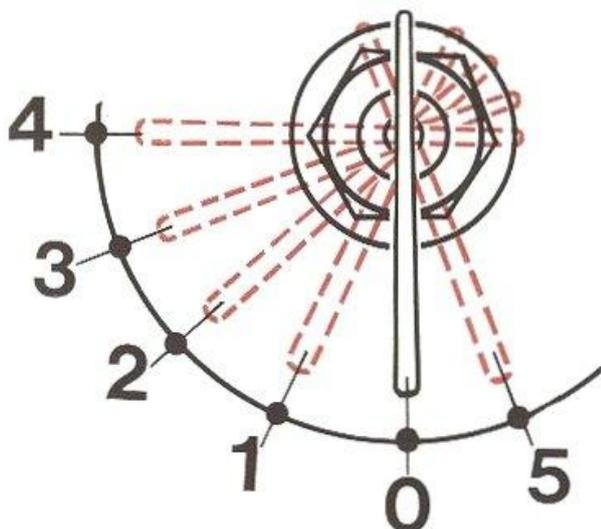

FIG. 5
Le commutateur de démarrage n'est en circuit que si le contacteur général (Fig. 5) est enclenché.
L'ampoule située dans le hublot (2) éclaire le tableau de bord et permet de s'assurer que les projecteurs sont allumés lorsque le contacteur général est en position 2-3-4- ou 5 (voir Fig. 5).
Placé en haut et à droite du tableau de bord, le voyant rouge, marqué « PRESS », s'allume dès que la clé du contacteur général est amenée dans la position « 1 » (voir Fig. 5).
Placé en haut et à gauche du tableau de bord, cet indicateur lumineux permet de contrôler le comportement de l'alternateur, du régulateur de tension et du télérupteur. Le voyant s'allume à l'arrêt dès que la clé du contacteur général (voir Fig. 5) est au premier cran. Moteur en marche, il s'éteint immédiatement et ne doit s'éclairer pour aucun régime du moteur.